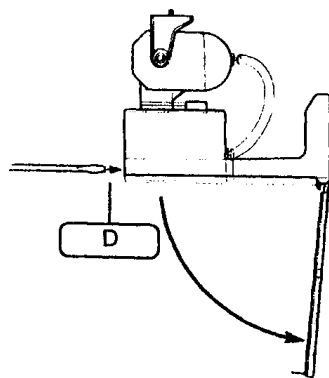

Рис. 2
2. Откройте крышку, поместив отвертку в прорезь и слегка нажав **D** (рис. 2)
3. Снимите нижнюю крышку (рис. 2) и выньте алюминиевый кронштейн **B** из устройства